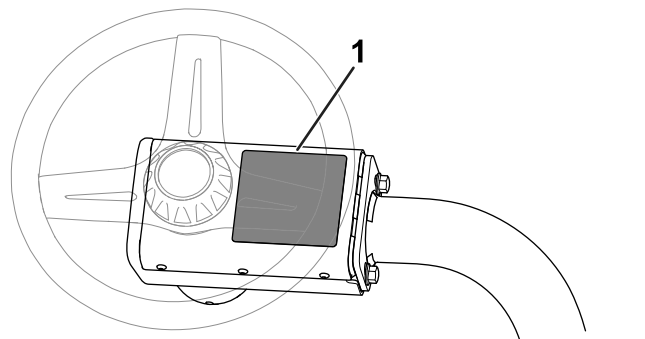

Figura 17
- **Pegatina de advertencia para CE:** Coloque la pegatina de advertencia para CE (Pieza n.º 139-8321) sobre la pegatina de advertencia existente (Pieza n.º 139-8320) en la cubierta del volante; consulte la Figura 17.